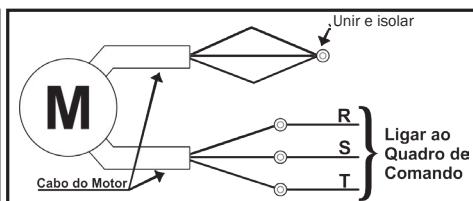

Figura 15b – Esquema de ligação motor dupla tensão em 380 V
- Quando a tensão for 380 V deve-se unir e isolar um dos cabos do motor. O outro cabo deve ser conectado a rede elétrica conforme figura 15b.